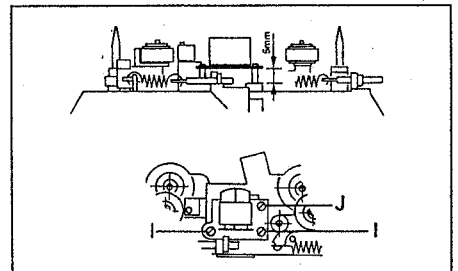

Fig. 3.18
- Die Kopfbrücke ist mit Schraube [J] (Fig. 3.18) so einzustellen, dass der Wiedergabekopf auf Spaltheöhe rechtwinklig zu der Kopfträgerlehre steht. (Dies kann mit Schieber [2] kontrolliert werden. Wenn die angefräste Seite gegen den Wiedergabekopf zeigt, muss der Luftspalt zwischen Kopf und Schieber parallel verlaufen.)